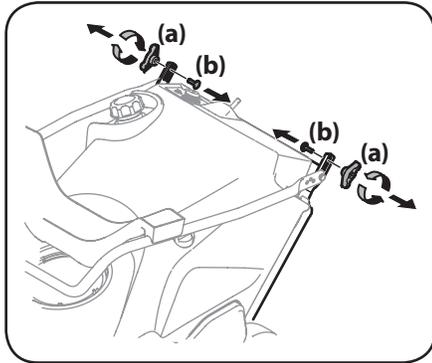

Figura 2-2
1. Extraiga las perillas de aletas (a) y el perno de carro (b) de la parte de arriba de la manija inferior. Consulte la Figura 2-2. No es necesario extraer el tornillo con reborde y la tuerca de seguridad con brida que están debajo de la perilla de aletas y el perno de carro a menos que la manija esté suelta dentro de la caja.